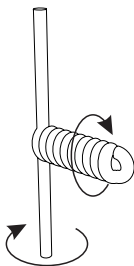

Рисунок 7.
8. По окончании вращения груза (3), проверьте, приподняв его, собираются ли калышки на готовом тросе. При наличии таких калышек принудительно докрутите груз (3) в свободном состоянии в ту или иную сторону до тех пор, когда калышки перестанут образовываться. Направление вращения груза (3) должно быть таким же как и направление раскрутки калышки. (*рис. 7*).
11. По окончании вращения груза (3), проверьте, приподняв его, собираются ли калышки на готовом тросе. При наличии таких калышек принудительно докрутите груз (3) в свободном состоянии в ту или иную сторону до тех пор, когда калышки перестанут образовываться. Направление вращения груза (3) должно быть таким же, как и направление раскрутки калышки. (*рис. 7*).